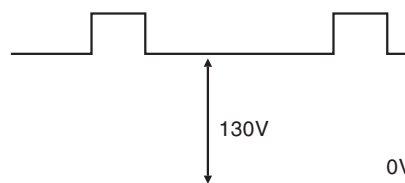

Fig.1
4. Conectar a ponta de prova do osciloscópio em TPL7 e ajuste BRT para obter 130V na fig. 1.